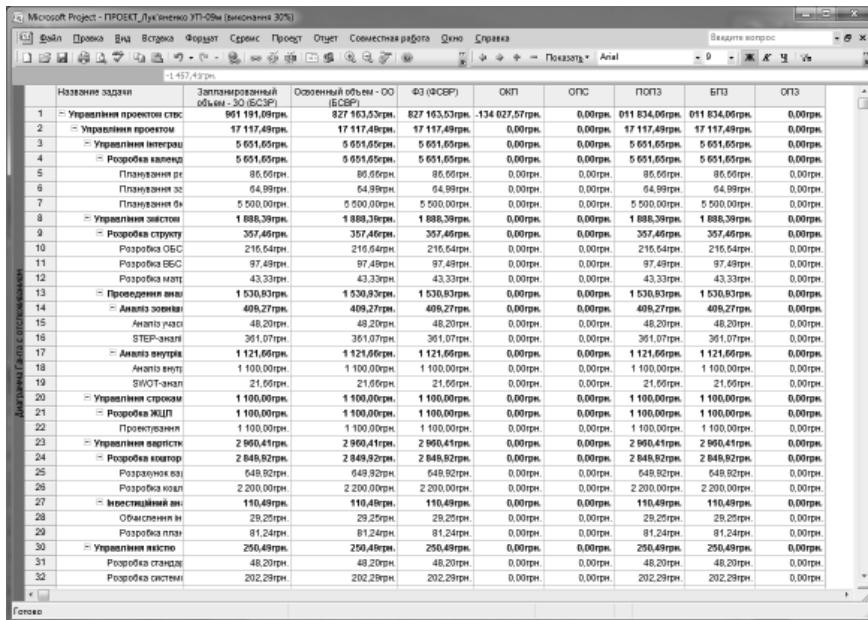

Рис. 28. Звіт з освоєного обсягу
3. Із списку таблиць виберіть **Освоєний обсяг** і натисніть на кнопку **Застосувати** (рис. 28).
Після того як звіт створений, його можна змінити, клацнувши на кнопці **Змінити** в діалоговому вікні перегляду списку звітів (див. рис. 28). Клацнувши на кнопці **Копіювати**, можна відредактувати звіт і зберегти його з новою назвою. При цьому залежно від типу змінюваного звіту відкривається діалогове вікно редагування властивостей звіту буде повторювати одне з тих, що ми розглядали.